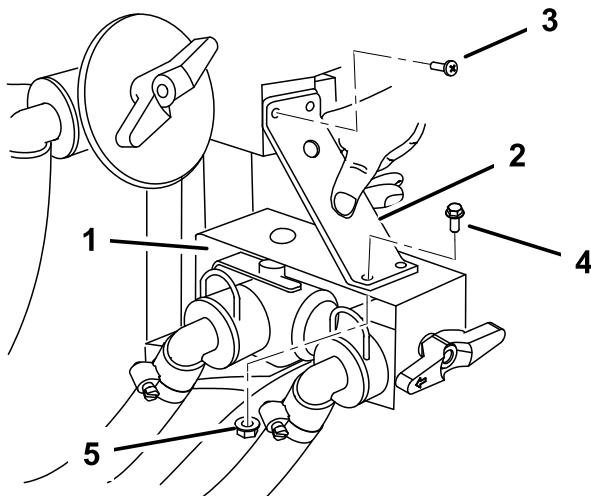

Figura 12
9. Installate la staffa di supporto sopra la staffa della valvola di regolazione. Utilizzate le due viti già presenti che fissano il gruppo di raccordo a T superiore per fissare la parte superiore della staffa di supporto (Figura 12). Fissate parte inferiore della staffa di supporto utilizzando due bulloni a testa